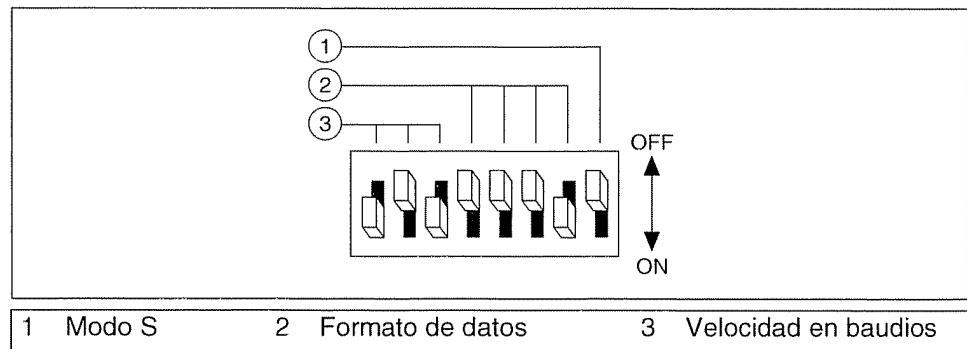

Figura 9-31. Ajustes de configuración serie para el simulador de instrumentos A de NI
- Para comunicación serie, configure los interruptores del Simulador de instrumentos como en la figura 9-31.